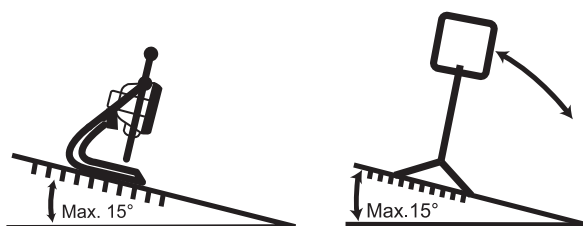

Fig.1
- Placez le support ou le pied sur une surface plane. L'angle d'inclinaison ne doit pas dépasser 15° (Figure 1).